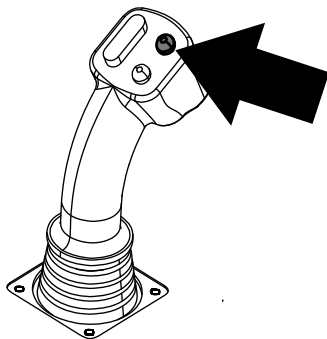
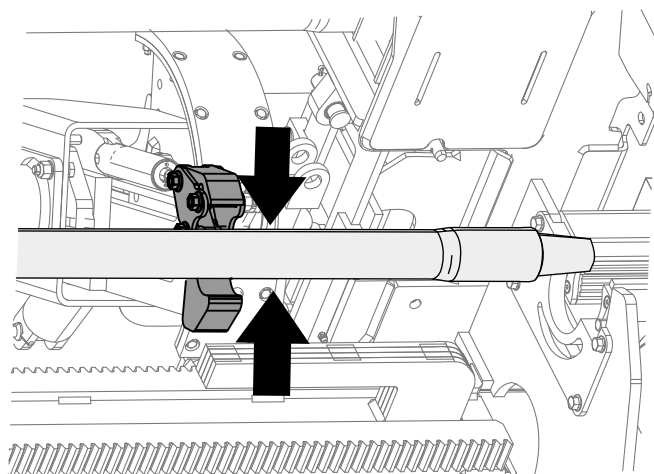

Bild 11
Bild 12
6. Halten Sie die obere Taste am Joystick gedrückt, um das Rohr zu fassen (Bild 11 und Bild 12) und lassen Sie die Taste los.